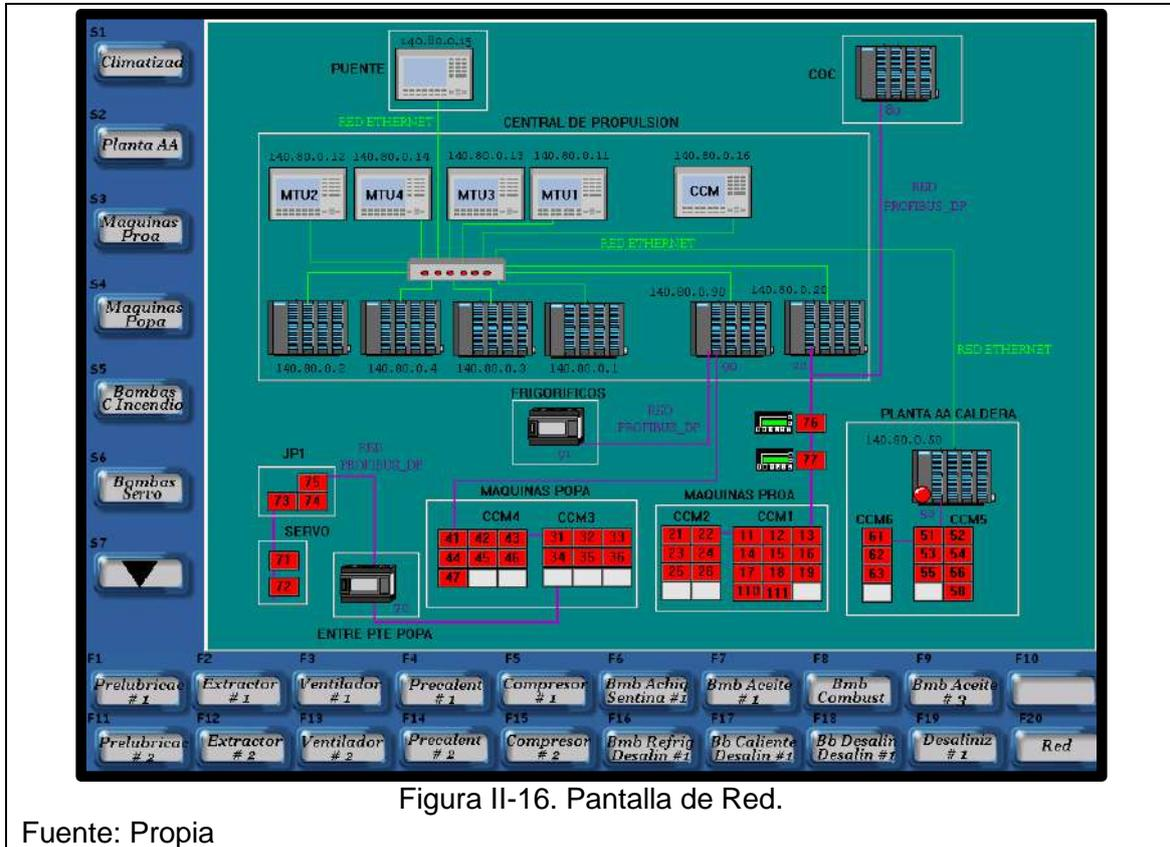

Figura II-16. Pantalla de Red.
- **Pantalla de Configuración de Red (figura II-16):** permite realizar la observación de la configuración de la red de comunicaciones Ethernet, Profinet, profibus del sistema.